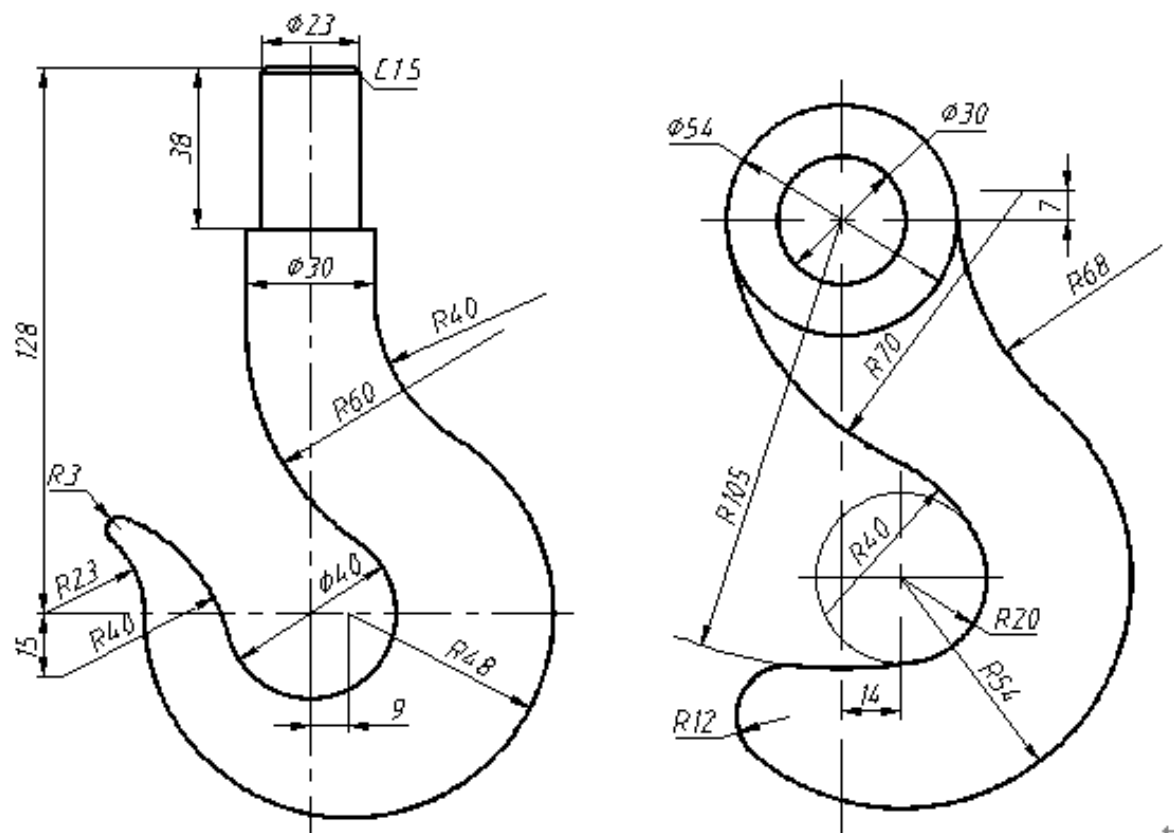

图 2-16 吊钩
1. 学习“圆角”“倒角”“拉长”命令，绘制图 2-16 吊钩图样。